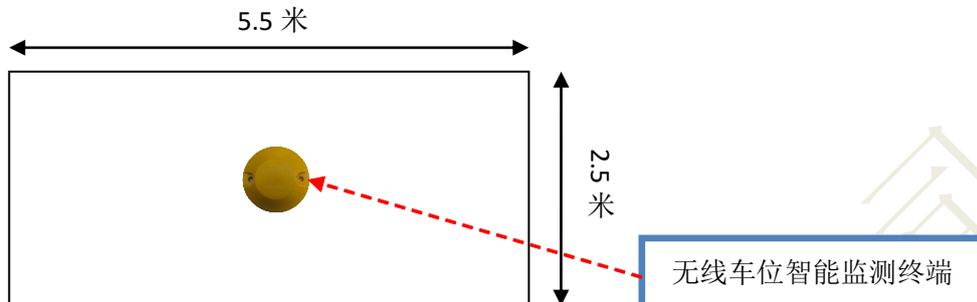

图 6 地表式车位终端安装位置示意图
1) 按图 6所示的安装位置示意图，应将车位终端固定于每个车位的正中间。